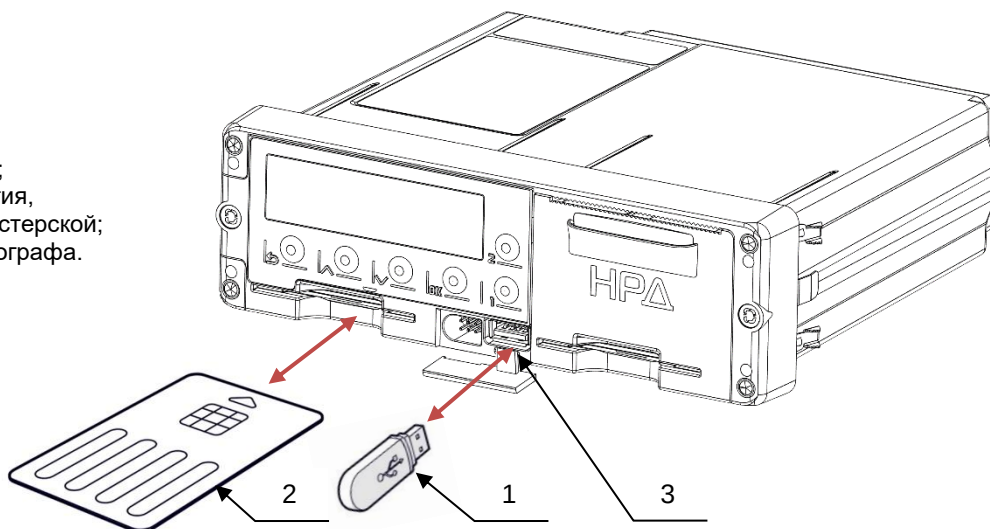

Рисунок 28. Выгрузка данных
- с помощью USB накопителя. Подключение USB накопителя к тахографу производится через USB разъем (см. Рисунок 28. Выгрузка данных). Для выгрузки «Архива карты» необходима сама карта водителя. Для выгрузки «Архив тахографа» должна быть установлена карта предприятия, контролера или мастерской, и введен ее PIN-код. Расшифровка информации, скопированной с тахографа, производится с помощью специализированного ПО. ПО доступно на сайте производителя <https://nrddrive.ru/> в разделе «Поддержка» → «Документация и ПО» → «Программное обеспечение» → «Общие».